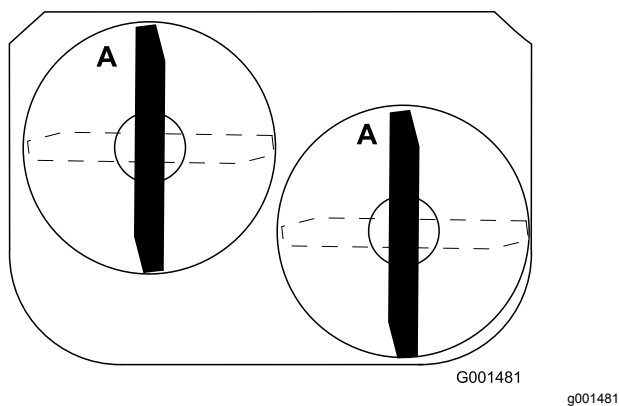

**Figure 55**
2. Mesurez la distance entre la surface plane et le tranchant (position A) des lames (Figure 55).